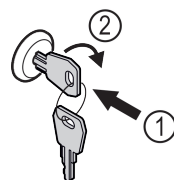

Fig. 175
- Introducir la llave. Fig. 175 (1)
- Girar la llave 90° en sentido horario. Fig. 175 (2)